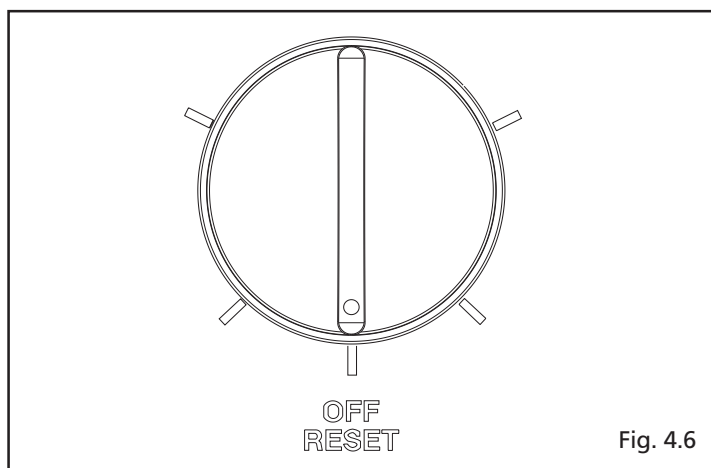

Fig. 4.6
- Posizionare il selettore di funzione su OFF/RESET e riportarlo quindi nella posizione desiderata (fig. 4.6).